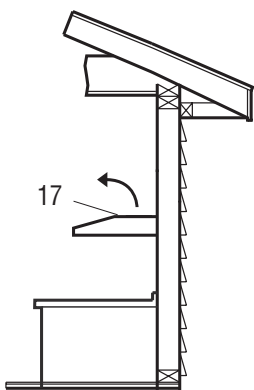

Fig. 8
- Para sistema de ventilación interior (el aire no sale al exterior) (Fig 8):
- En las instalaciones con ventilación interior, el aire se recircula a través de un filtro de carbón (incluido) y se expulsa por la parte superior de la campana extractora (17). Consulte la sección de instalación para obtener más detalles.